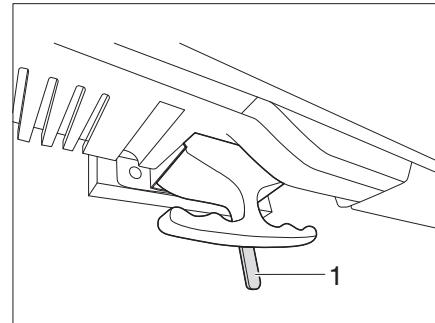

Fig. 142 Sbloccaggio dello schermo piatto
- Spingere la leva (Fig. 142,1) verso sinistra.
- Spingere la leva (Fig. 142,1) al centro.